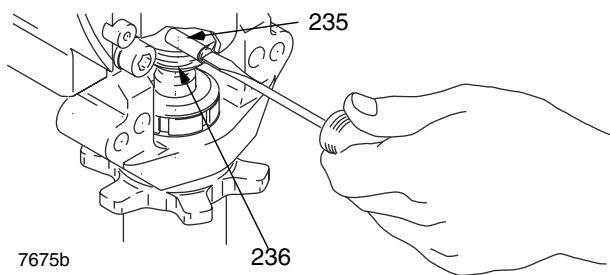
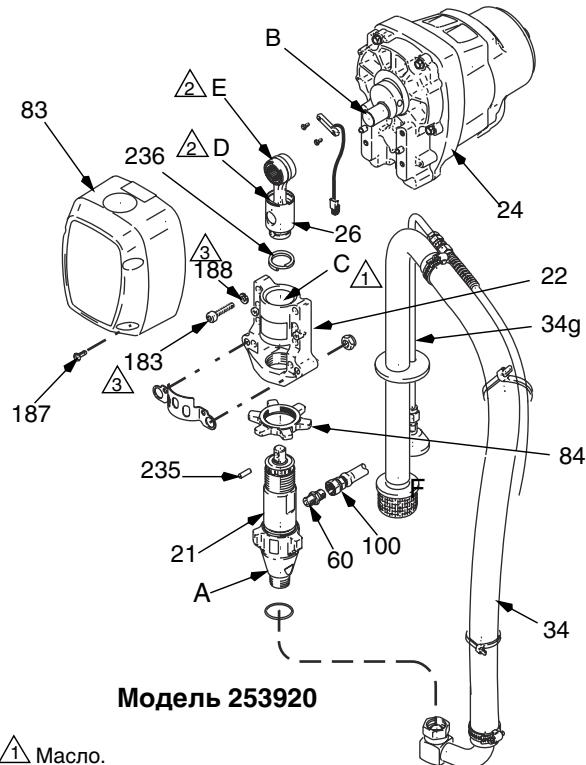

Рис. 1
Рис. 2
- Рис. 2. Выкрутите винты (187) и переднюю крышку (83).
- Отвинтите от насоса трубку всасывания (34), придерживайте ключом впускной клапан (A) насоса, с целью недопущения ослабления крепления насоса.
- Отсоедините выходной шланг насоса (100) от выходного патрубка поршневого насоса (60).
- Рис. 1. При помощи отвертки, сдвиньте вверх стопорную шайбу (236) в верхней части насоса. Вытолкните шпильку (235).
- Рис. 2. Ослабьте контргайку (84), отвинтите и снимите поршневой насос (21).
- Удалите четыре винта (183) с пружинными шайбами (188) из корпуса подшипника (22).
- Вытяните шатун (26) и слегка постучите по нижней задней части корпуса подшипника (22) пластмассовым молотком, для отделения подшипника от корпуса привода (24). Извлеките корпус подшипника и узел шатуна (26) из корпуса привода.
- Осмотрите кривошип (B), на предмет наличия чрезмерного износа; при необходимости, замените детали.
- Установите винты (183) с пружинными шайбами (188) в корпус подшипника. Равномерно затяните, в соответствии с указанным в примечании 3 значением, см. Рис. 2.